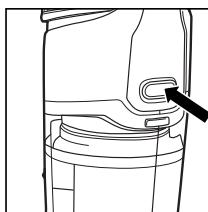

Fig. 1
- Presione el seguro del depósito de polvo para retirar el depósito de polvo de la aspiradora (Fig. 1).